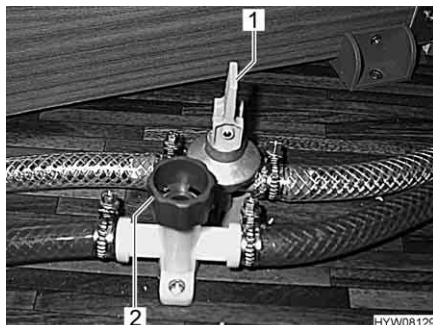

Fig. 122 Rubinetti di scarico
- Chiudere tutti i rubinetti di scarico per il boiler. Posizionare la leva a bilanciere (Fig. 122,1) orizzontalmente o ruotare il tappo (Fig. 122,2) in senso orario.
- Aprire tutti i rubinetti di scarico per il boiler. Posizionare la leva a bilanciere (Fig. 122,1) verticalmente o ruotare il tappo (Fig. 122,2) in senso antiorario.